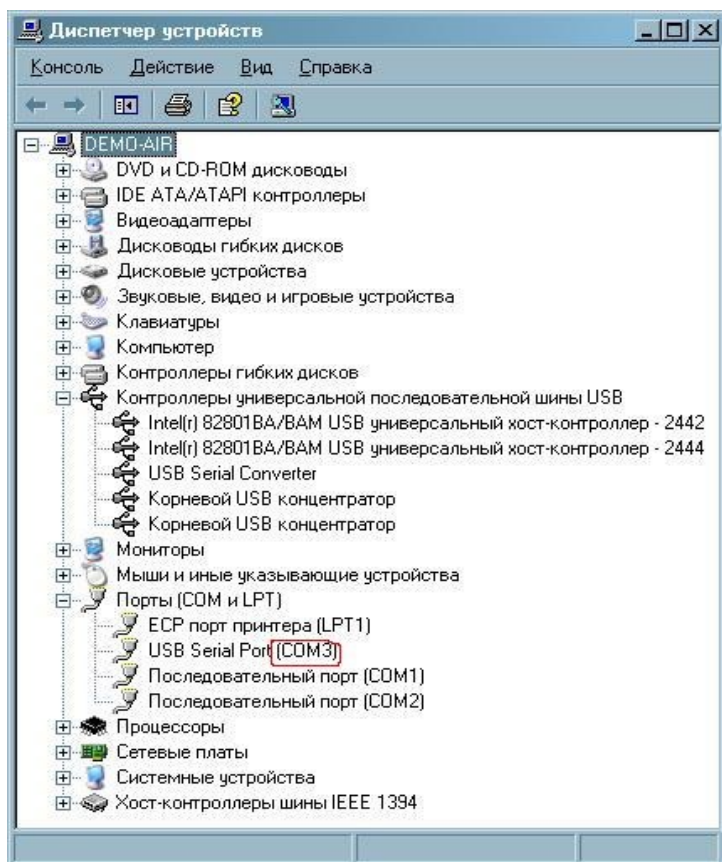

Рисунок 4.1 - Отображение TP-318[k] в Диспетчере устройств
5. Обратите внимание, какой порядковый номер порта присвоила Windows (рисунок 4.1). Для правильной работы необходимо, чтобы **номер порта был не больше 8**. Если присвоен номер 9 или больше, то необходимо зайти в свойства устройства, на закладке «Параметры порта» нажать кнопку «Дополнительно» и вручную присвоить устройству другой порт с номером от 1 до 8. Этот номер используется при дальнейшей настройке ПО.